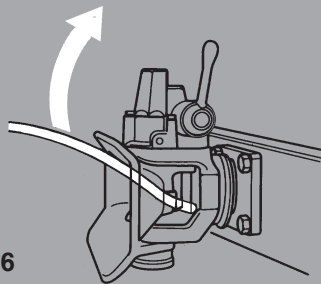

Abb. 6
- Kupplungskopf mit geeignetem Hilfsmittel (z.B. Montiereisen) auf- und abwärts bewegen (s. Abb. 6): Das Höhenspiel darf max. 3 mm, am Kupplungskopf (Mittelachse Kupplungsbolzen) gemessen, betragen.